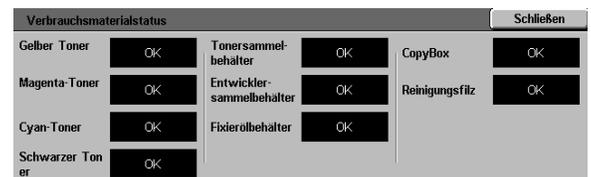

Abb. 5: Verbrauchsmaterialstatus
- 2 **Verbrauchsmaterialstatus** betätigen. Der Bildschirm "Verbrauchsmaterialstatus" erscheint (s. Abb. 5).